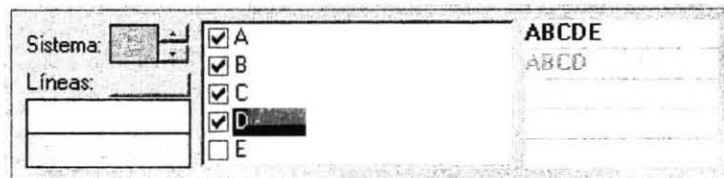

Fig. 44
Con lo anterior hemos localizado ya todos los puntos donde existirán fuerzas (dependiendo del sistema considerado). El programa define un "*Sistema global*" que contiene todos los puntos definidos, tal como se muestra en el **Panel selector de sistemas** (Fig. 44). Este es el "sistema número 1". Vamos a definir dos sistemas más, el 2 y el 3.
– En la lista de puntos palomea los puntos A, B, C y D. Esto define el sistema 2 (Fig. 44).